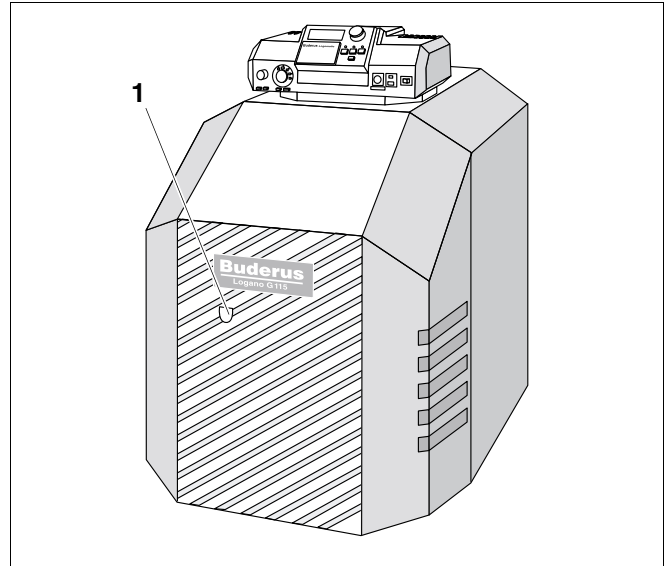

Fig. 41 Logano G115 med brenner Logatop av type BE
Hvis Logano G115 er utstyrt med en brenner Logatop av typen BE, kan brennerens reset-tast trykkes gjennom åpningen i brennerens topplate (fig. 41, **pos. 1**). Det er ikke nødvendig å demontere topplaten.